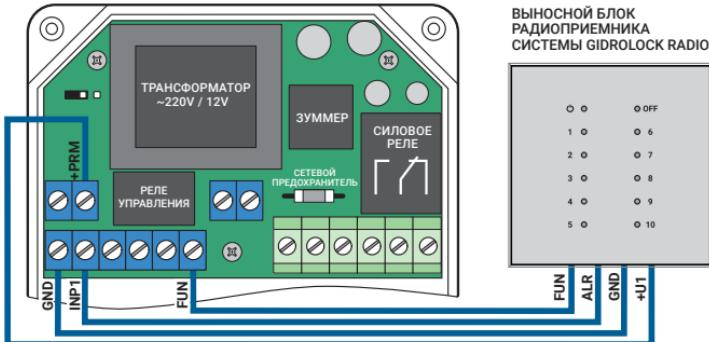

Рис. 8. Схема подключения выносного радиоприемника системы GIDROLOCK RADIO
– функция «автопроворот» отключена. Это дает возможность использовать блок управления, например, совместно с рабочей скважинного насоса, где автопроворот не нужен (рис. 8);
6.6. Рис. 8. Схема подключения к блоку управления выносного блока радиоприемника системы GIDROLOCK RADIO для использования радиодатчиков протечки воды WSR. К одному радиоприемнику можно подключить до 10 беспроводных радиодатчиков GIDROLOCK WSR.